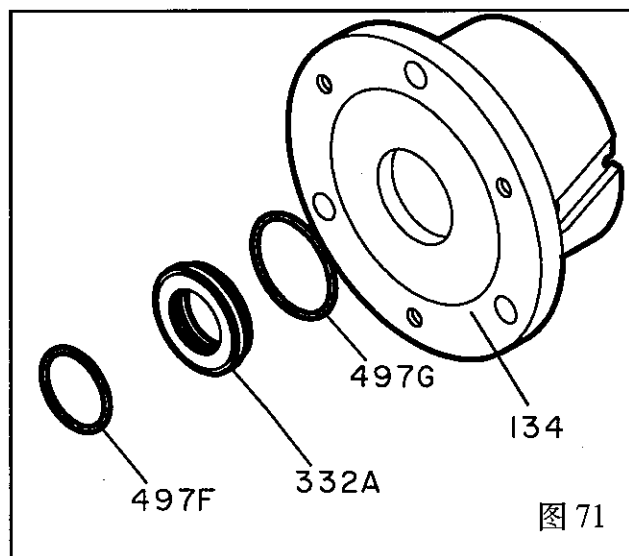

图 71
10. 从轴承座(134) 中拆下外侧迷宫油封 (332A),如有必要取出 O 型圈(497F)、(497G)。(图 71)